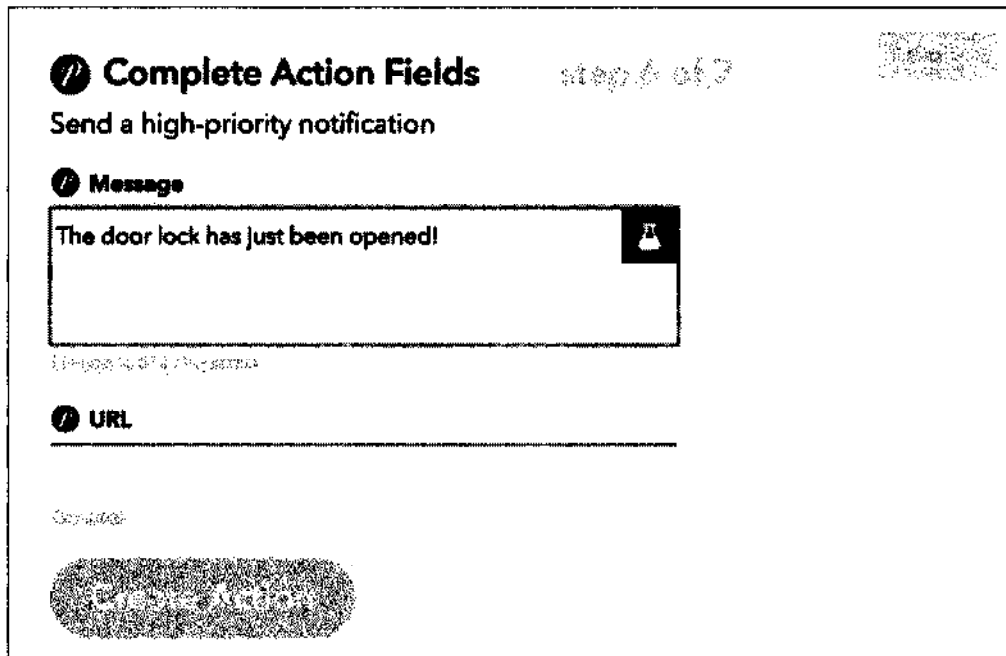

Рис. 8.12. Вводим текст уведомления о событии
6. Введите сообщение, которое вы хотите получать каждый раз, когда зафиксировано событие (рис. 8.12).